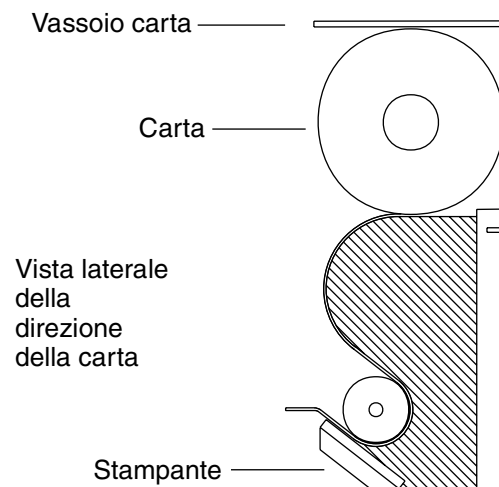

Figura 7-13. Caricamento della carta nella stampante
Caricamento della carta nella stampante (fare riferimento alla Figura 7-13):
4. Sollevare ed abbassare la levetta di tensionamento sulla destra della stampante, come indicato sul lato anteriore (non raffigurato nella Figura 7-13), per resettare il sistema.